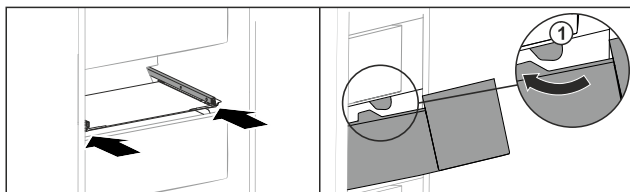

Fig. 95
- Ved'te zásuvku podél zářezek Fig. 95 (1).